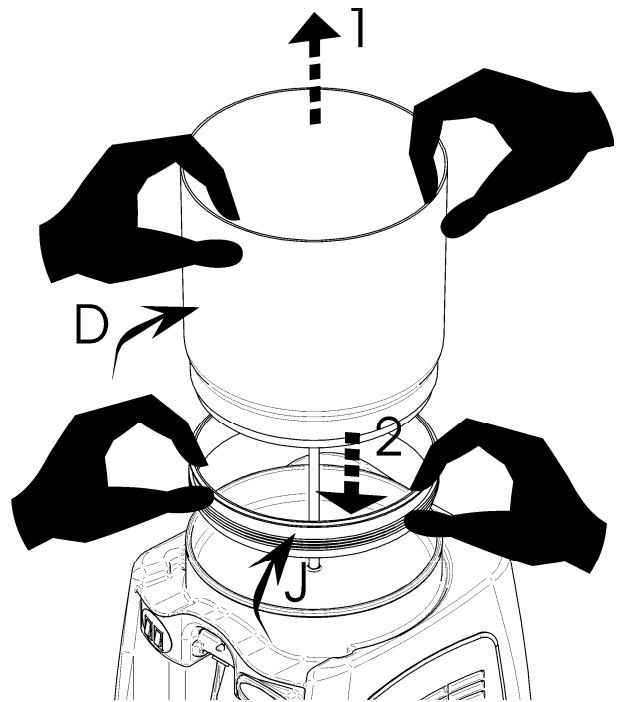

Abbildung 8
5.- Den Behälter (D) vorsichtig nach oben ziehen und herausnehmen (1) (Abb. 8).
6.- Die Gummidichtung des Behälters nach oben ziehen und herausnehmen (2) (Abb. 8).